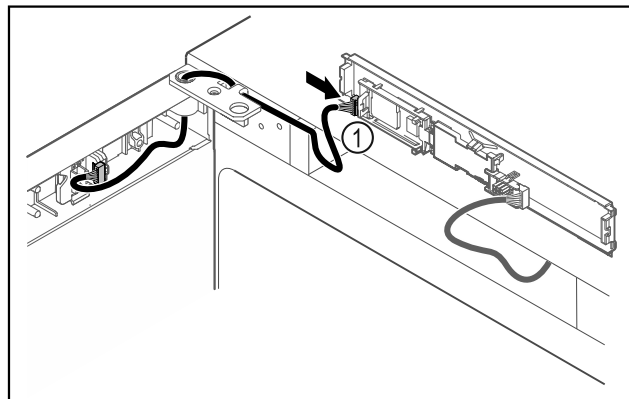

Fig. 44
- Stecker Fig. 44 (1) an Platine anstecken.